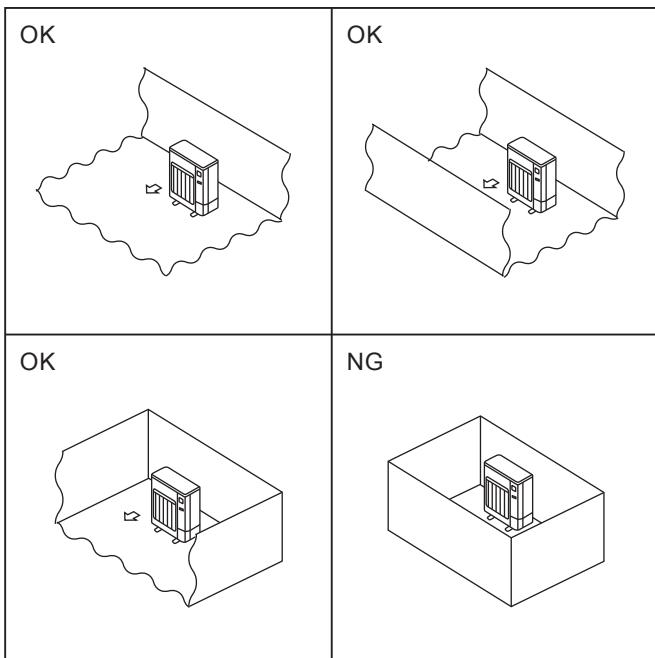

Fig. 2-2
- ◎ Monter utendørsenhet på et sted der minst én av fire sider er åpne, og i et tilstrekkelig stort område uten fordyppinger. (Fig. 2-2)